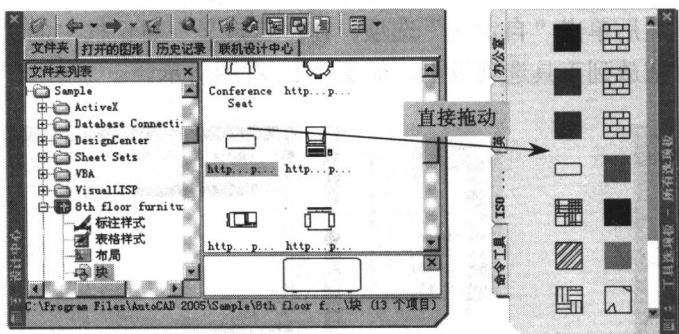

图 1-16 在工具选项板中添加工具
- (2) 在设计中心的内容区域, 可将图形、块和图案填充从设计中心直接拖动到当前工具选项板中, 如图 1-16 所示。